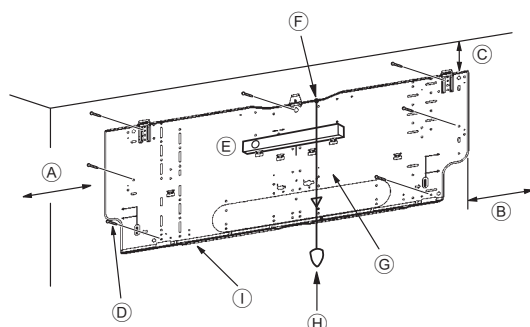
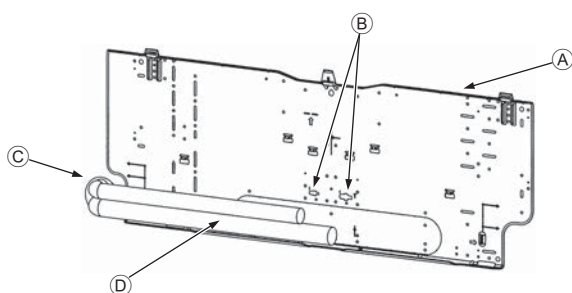

Fig. 3-4
Fig. 3-5
■ PKFY-P-VKM-E (Fig. 3-4)
- D Befestigungsschrauben (4 x 25) ②
- G Halten Sie die Wasserwaage gegen die horizontale Bezugslinie der Montageplatte und bringen Sie sie waagrecht an. Hängen Sie ein Gewicht vom Gewinde und richten Sie es mit ① EPK der Montageplatte aus, um ein waagrechtes Ausrichten zu ermöglichen.
- I Montageplatte ①
3.3. Wenn Rohre in der Wand verlegt werden (Fig. 3-5)
- A Montageplatte ①